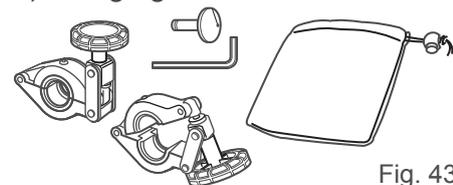

Fig. 43
6) Flanging tool set (Fig. 43)